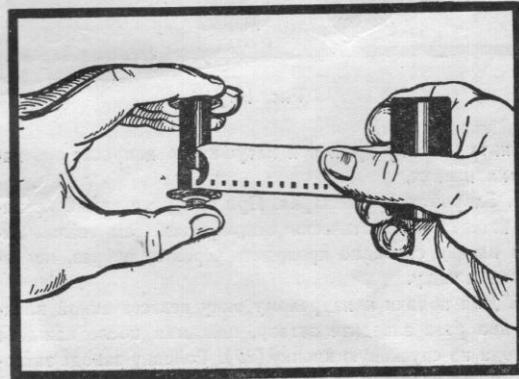

Рис. 9.
2. Вытащив из кассеты свободный конец пленки на длину не более 10 см, закрепите его на приемной катушке под пружиной (см. рис. 9) так, чтобы первое перфорированное отверстие пленки стало чуть дальше выступа пружины и потяните пленку обратно — выступ